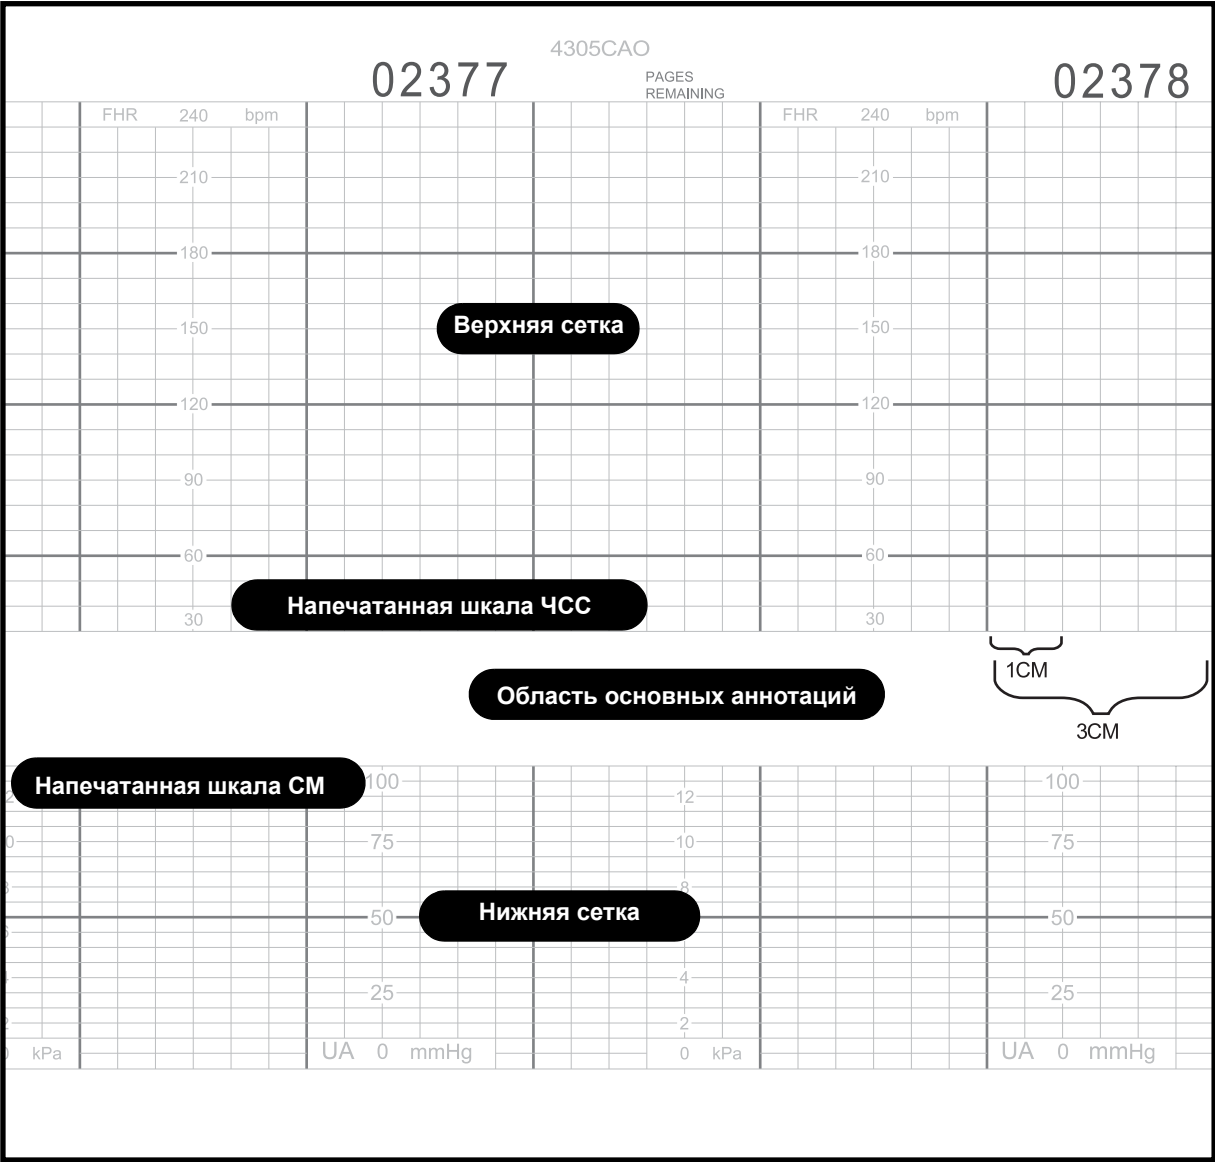
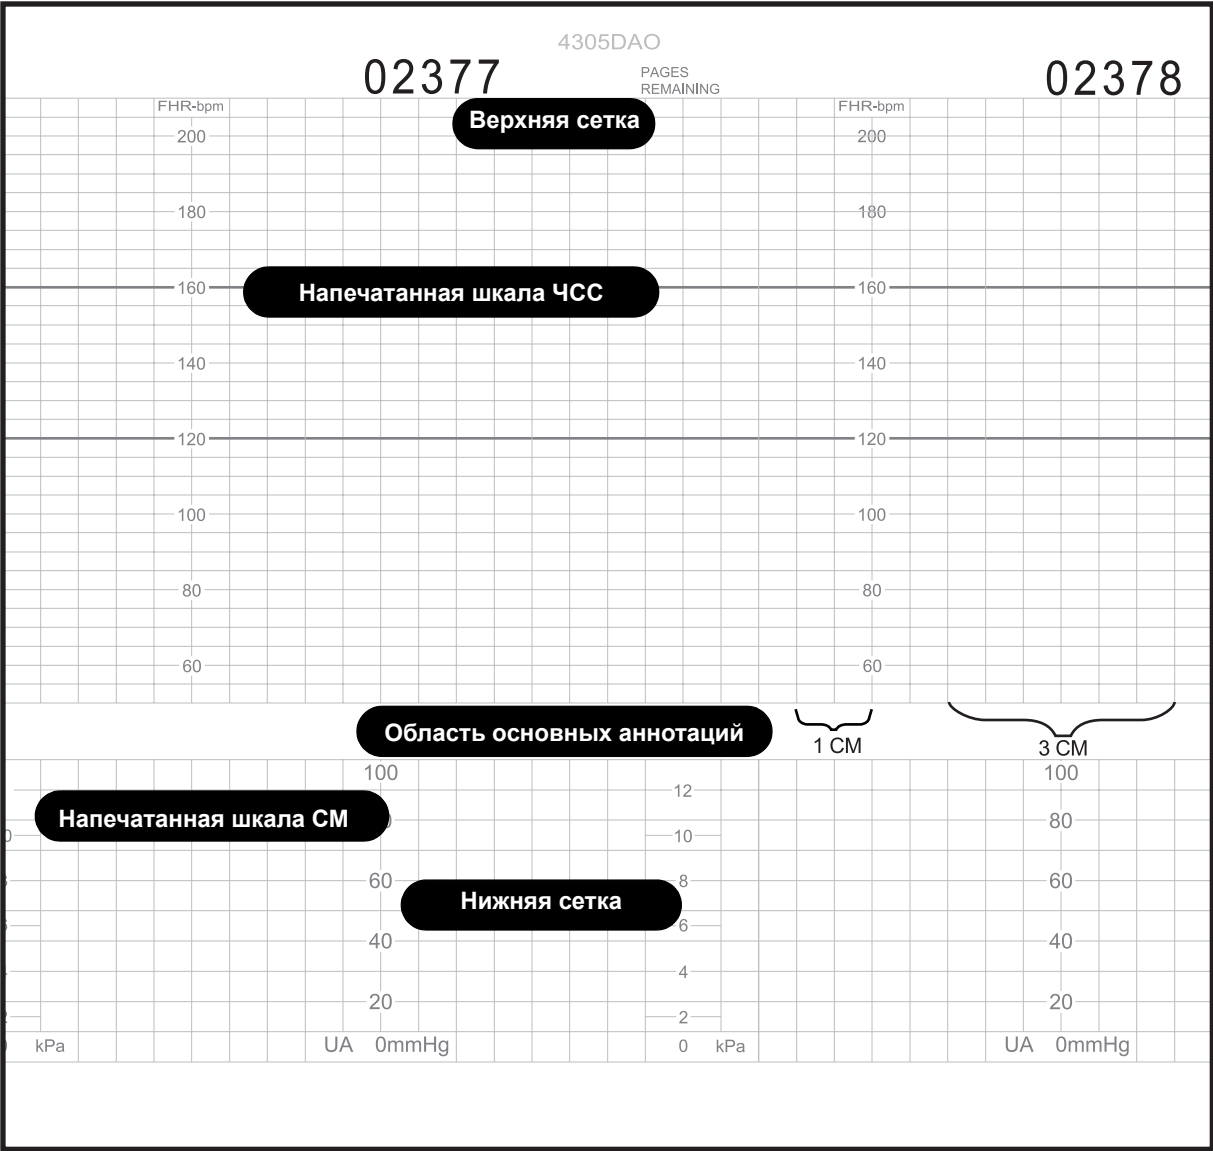

Рис. 12-1. Бумага ленточной диаграммы со шкалой частоты сердечных сокращений 30–240 уд./мин.
Рис. 12-2. Бумага ленточной диаграммы со шкалой частоты сердечных сокращений 50–210 уд./мин.
- Сложенная «гармошкой» диаграммная бумага с нанесенной шкалой частоты сердечных сокращений **30–240** уд./мин. (См. рис.12-1.)
- Сложенная «гармошкой» диаграммная бумага с нанесенной шкалой частоты сердечных сокращений **50–210** уд./мин. (См. рис.12-2.)
В Соединенных Штатах Америки наиболее распространена бумага со шкалой 30-240 уд./мин при скорости записи 3 см/мин. Как показано на рис.12-1, через каждые 3 см печатается темная линия, что соответствует 1 минуте при скорости 3 см/мин.
Во других странах может использоваться бумага со шкалой 50–210 уд./мин при скорости записи 1 см/мин. Как показано на рис.12-2, через каждый 1 см нанесены темные линии, что соответствует 1 минуте при скорости 1 см/мин.
Вне зависимости от шкалы для частоты сердечных сокращений для графиков сократительной активности используется напечатанная шкала 0–100 мм рт. ст. Та же шкала используется и для относительных единиц. Во время мониторинга SpO_2 соответствующая шкала распечатывается на бумаге регистратором. На рис.12-1 и рис.12-2 также показаны верхняя сетка, нижняя сетка и область аннотаций для каждого вида бумаги.